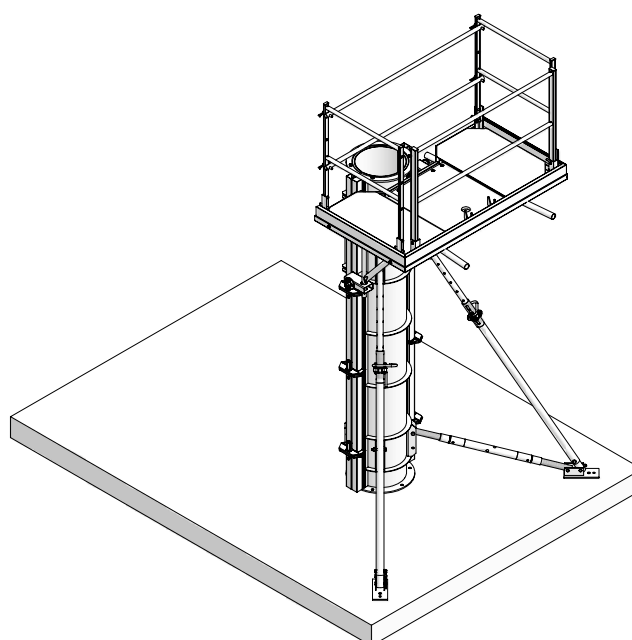

Fig. 9.2
2. Raccorder les deux demi-coques avec des serrures de coffrage Mammut (fig. 9.2).